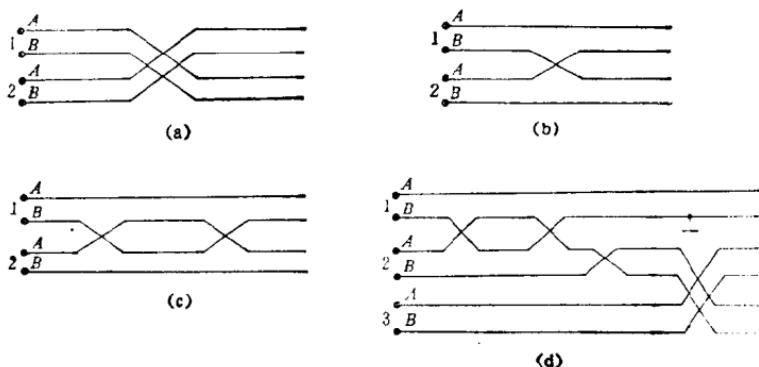

图 1-9
- (1) 上下错线。始端与终端某二对芯线互为错接,也称上下线。如图 1-9(a)所示。
- (2) 单鸳鸯线。在始端与终端某二对芯线中有一根互为错接,原对芯线不能通话。如图 1-9(b)所示。
- (3) 双鸳鸯线。始端与终端某二对芯线中有一根互为错接,并有二个错接点,原对芯线能通话,但串音很大。如图 1-9(c)所示。
- (4) 连环错线或连环鸳鸯线。施工工程中由于试线未试
好或者坏线并坏线等原因，往往会造成这种状况。如图 1-9 (d) 所示。